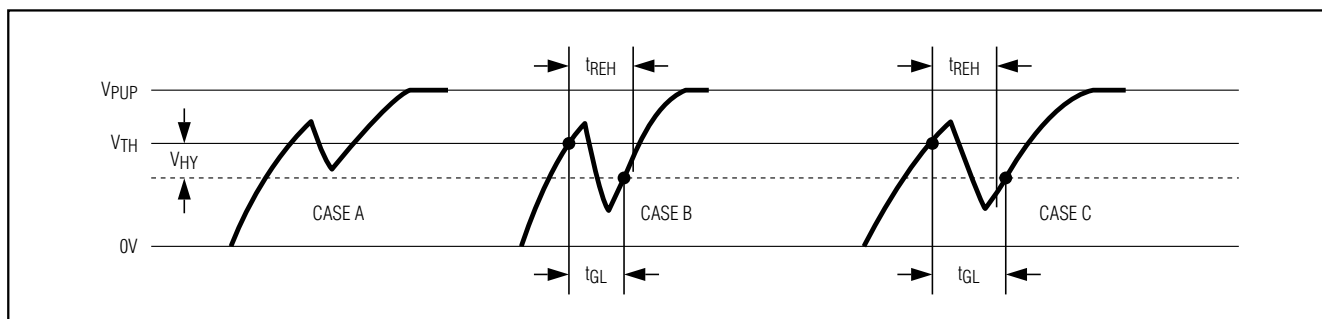

图12. 噪声抑制示意图
- 2) 在低到高的开关门限 V_{TH} 处设有一个滞回,如果有一个负毛刺低于 V_{TH} 但还没有低于 $V_{TH} - V_{HY}$,将不会被承认(图12的示例A)。滞回在任何1-Wire速度模式下均有效。
- 3) 由上升沿保持关闭时间 t_{REH} 定义了一个时间窗口,在该时间窗口内即使毛刺低于 $V_{TH} - V_{HY}$ 也会被忽略(图12的示例B, $t_{GL} < t_{REH}$)。大的压降或穿过 V_{TH} 门限后
延续时间超出 t_{REH} 窗口的毛刺则无法滤除,会被当作一个新时隙的开始(图12的示例C, $t_{GL} \geq t_{REH}$)。